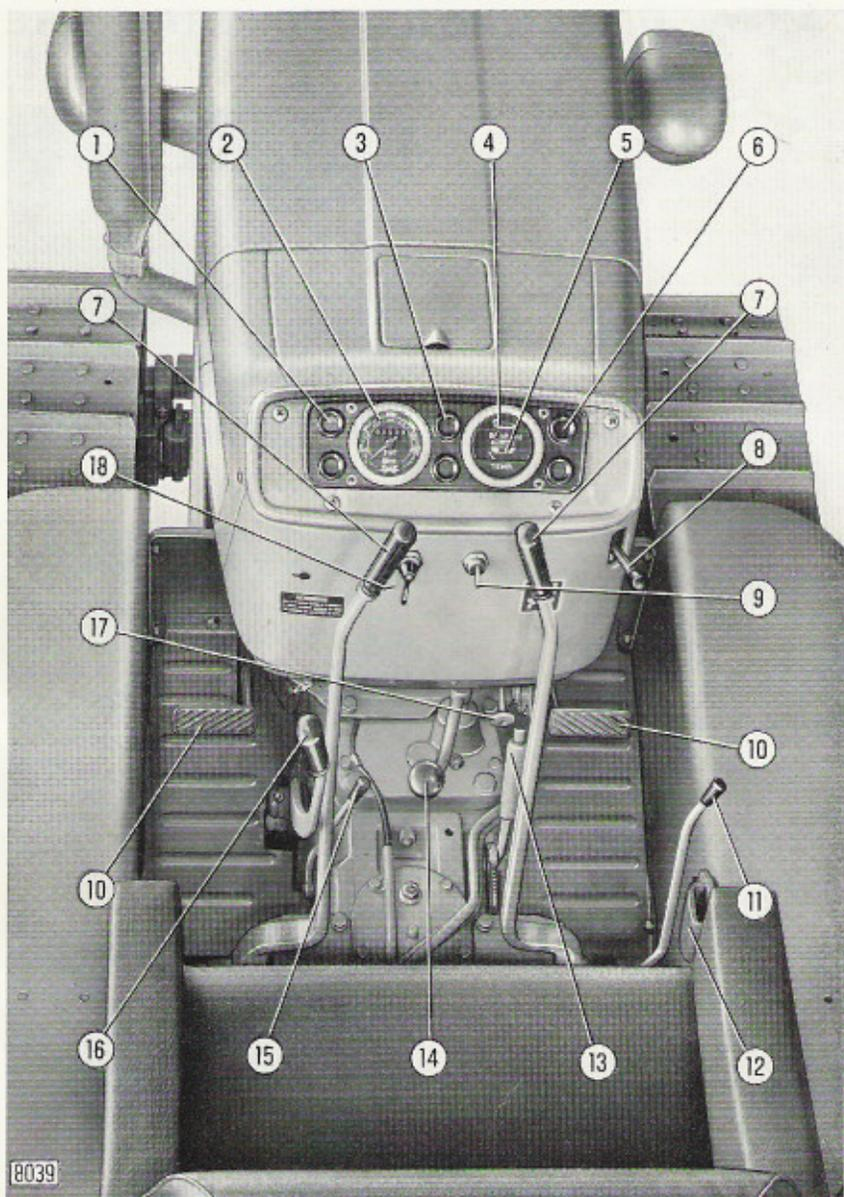
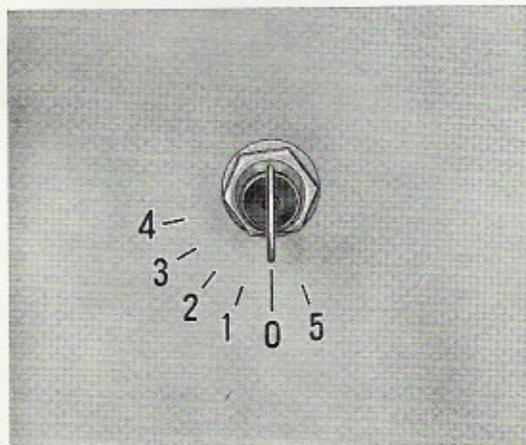

Fig. 4. - Apparecchi e comandi.
Fig. 5. - Commutatore dell'impianto elettrico.
4. Introdurre la chiave nel commutatore dell'impianto elettrico e ruotarla nella posizione **1** (fig. 5).
Nota - Questo commutatore funziona soltanto se la chiave del commutatore dell'impianto elettrico si trova nelle posizioni 1, 2, 3 o 4 (vedere fig. 5).
5. Spingere a fondo il pomello **17** fig. 4 e contemporaneamente ruotare la levetta del commutatore d'avviamento fin contro l'arresto **3**, fig. 6. Appena il motore è avviato abbandonare sia il pomello che la levetta.
- Ruotare ulteriormente, fin contro l'arresto **2**, la levetta del commutatore d'avviamento e spingere a fondo il pomello **17**, fig. 4. Appena il motore è avviato abbandonare la levetta ed il pomello.
AVVERTENZA - Con motore in moto lasciare la chiave del commutatore ruotata in una delle posizioni **1-2-3-4**; (vedere fig. 5), per permettere la ricarica della batteria ed il funzionamento dell'indicatore livello combustibile, dell'indicatore temperatura acqua raffreddamento motore, e dei segnalatori luminosi situati sul quadro di controllo.
Tirare a fondo il pomello 17, fig. 4. A motore fermo ruotare la chiave del commutatore dell'impianto elettrico (fig. 5) nella posizione 0 (oppure nella posizione 5 se necessita l'uso delle luci).